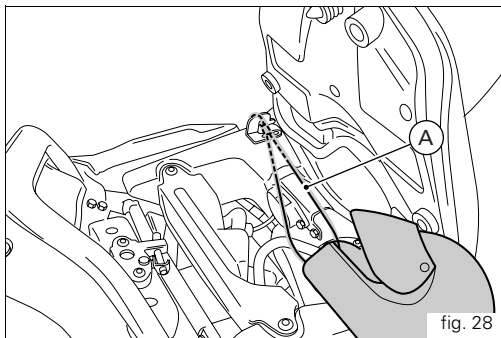

fig. 28
Sotto la sella passeggero si trova il gancio per il cavetto porta casco. Far passare il cavetto (A) nel casco ed inserirne nel gancio le estremità. Lasciare appeso il casco sul lato sinistro (fig. 28) e rimontare la sella per fissarlo.